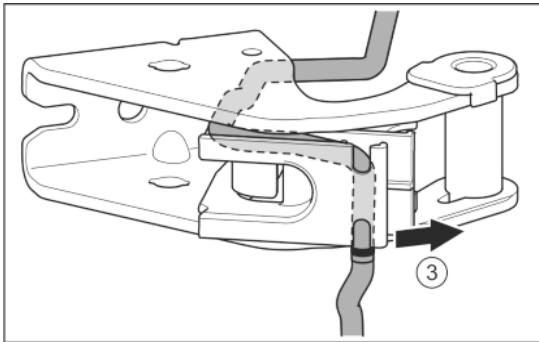

Fig. 30
- ▶ Oldja ki a vezetékét a vezetősínből. Fig. 30 (3)